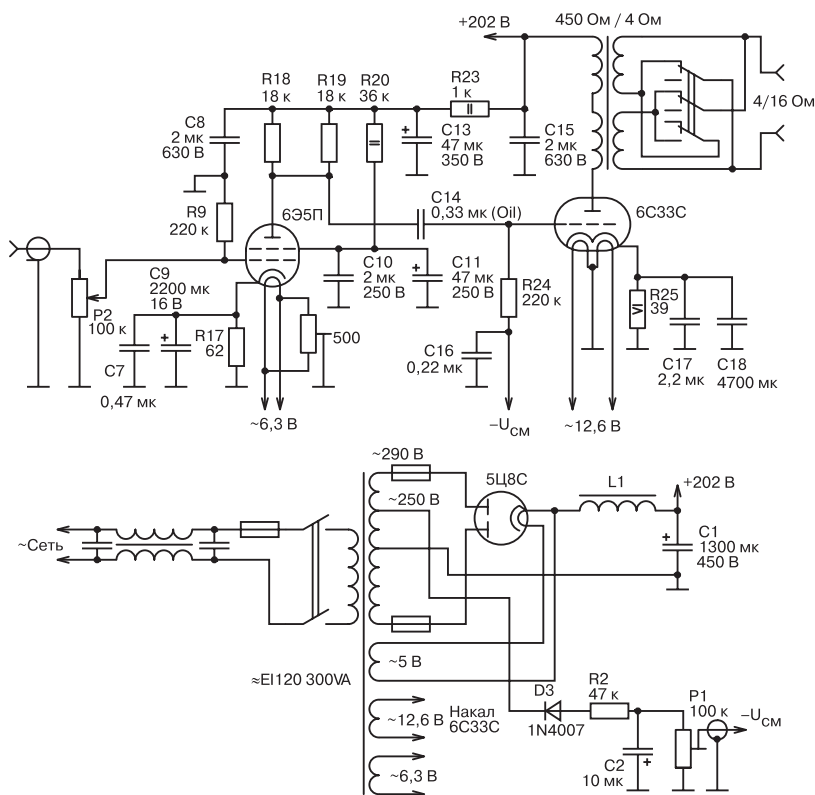

Рис. 2.116. Схема применения лампы 5Ц8С
2.110, а) конденсатор, то вместо классического П-фильтра получим Г-фильтр (например, рис. 2.116), давно отнесенный к устаревшим устройствам и не используемый в серийных изделиях в течение нескольких десятилетий. Однако такое решение в 1,4 раза снижает требования к мощности анодного трансформатора (за счет прямоугольной формы тока), а также заменяет импульсный характер потребления тока непрерывным, что положительно сказывается на звучании.
Пример 2. Другая «устаревшая» конструкция — **однополупериодный выпрямитель (ОППВ)** обычно применяется только для питания цепи смещения и только с полупроводниковыми выпрямителями (рис. 2.116). Попытки использовать ОППВ в усилителях мощности не увенчались успехом, но некоторые разработчики отметили улучшение качества звучания маломощных устройств — предусилителей и корректоров. Объясняется этот факт подмагничиванием трансформатора, наиболее ярко выраженным при больших потребляемых токах (т. е. прежде всего в усилителях мощности!).
На **рис. 2.116** изображена схема однотактного усилителя (клон усилителя конструкции А. Манакова, см. **рис. 2.70**). Для снижения сопротивления источника питания применен кенотрон 5Ц8С с Г-образным фильтром (дрессель малой индуктивности и конденсатор большой емкости).